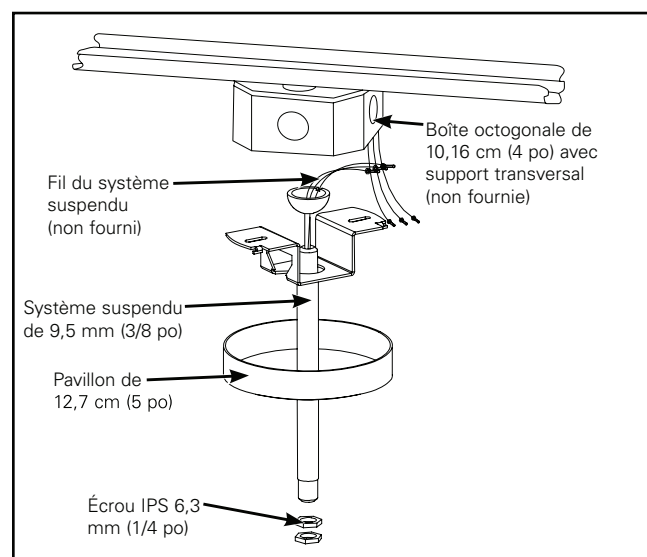

Figure 1. Alimentation
5. Attachez le système suspendu au pivot à bille et fixez avec un écrou de blocage IPS de 0,64 cm (1/4 po). (Figure 1.)